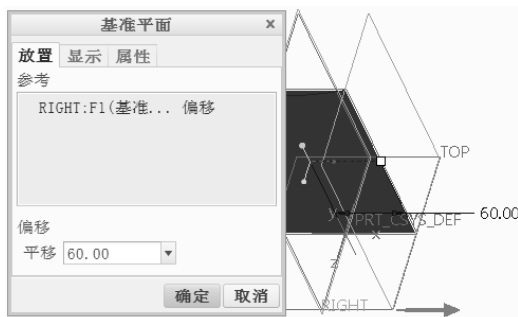

图 7-117 创建内部基准平面
1) 在功能区的“样式”选项卡中单击位于  (设置活动平面) 按钮下的  (三角箭头) 按钮, 接着单击  (内部平面) 按钮, 系统弹出“基准平面”对话框, 选择 RIGHT 基准平面作为偏移参考, 注意偏移方向, 并设置偏移值为“60”, 如图 7-117 所示, 然后单击“确定”按钮, 从而在偏距 RIGHT 基准平面 60mm 处创建内部基准平面 DTM1。